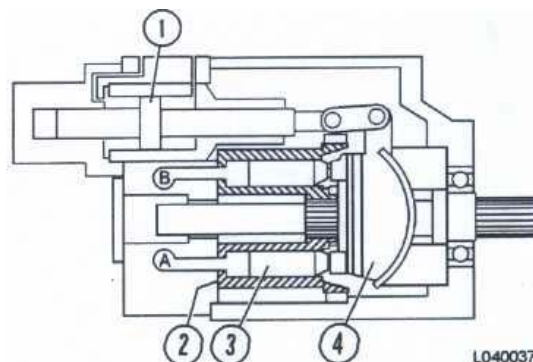

FIGURA 4-13. BOMBA EN POSICION NEUTRO
La posición neutro (Figura 4-13) resulta cuando el pistón de control (1) centra el bloque de sujeción (4). El ángulo del bloque de sujeción es cero y ahora su cara está paralela a la cara del cilindro. Por lo tanto, no hay movimiento ni hacia dentro ni hacia fuera de los pistones de la bomba, a medida que las zapatas del pistón giran alrededor de la cara del bloque de sujeción. La falta de movimiento hacia dentro y hacia fuera hace que no haya desplazamiento de fluido desde los orificios del pistón a las media lunas en la placa de válvula y, por lo tanto, no hay entrega desde las lumbreras de la bomba.